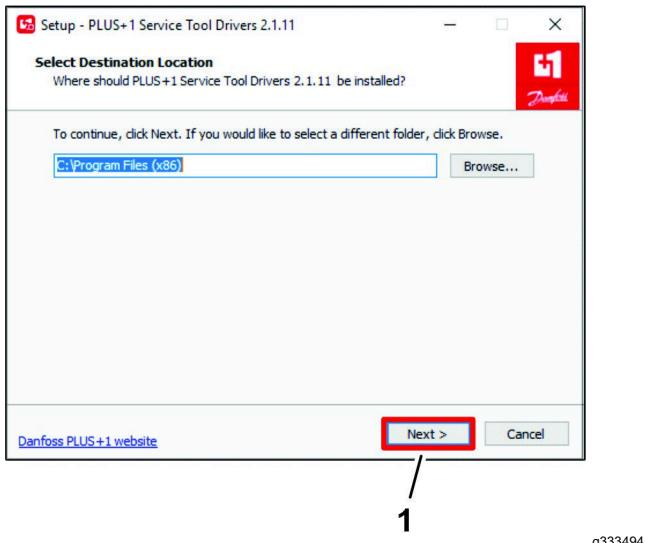

図 29
- 宛先の場所の選択ダイアログ ボックスで、次へボタン (図 29) をクリックする。